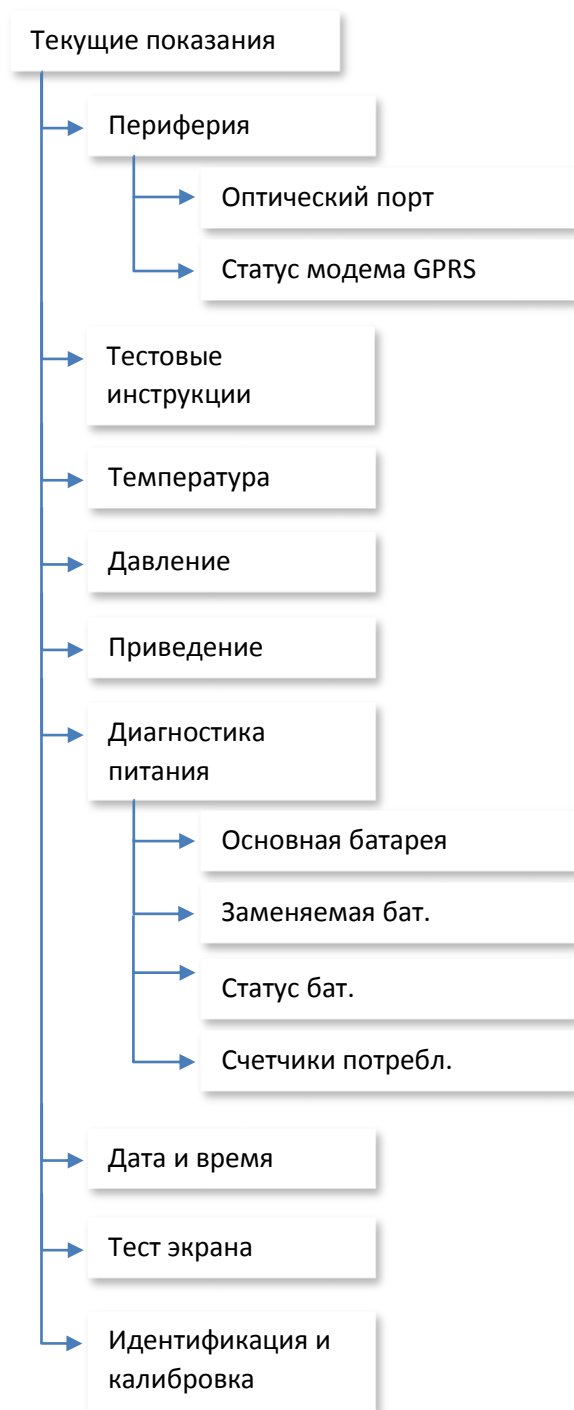

Рисунок 16
- Структура меню сервисного режима (рисунок 16):